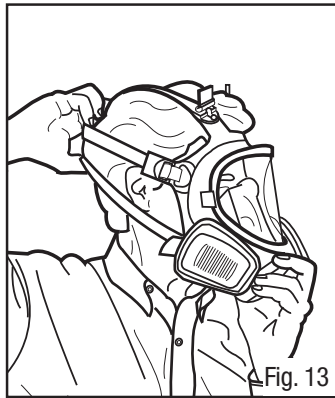

Fig. 13
1. Afloje las seis bandas para la cabeza. Con una mano jale el cabello hacia atrás, fuera del área del sello de la pieza facial. Coloque la barbilla en la copa para barbilla del respirador. Con la pieza facial en su lugar, jale el arnés para la cabeza hacia la parte posterior de la cabeza (Fig. 13).